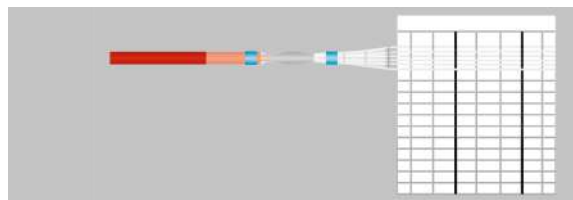

Рис. 6
7. Пример соединения после завершения термоусадки гильзы (рис. 6).